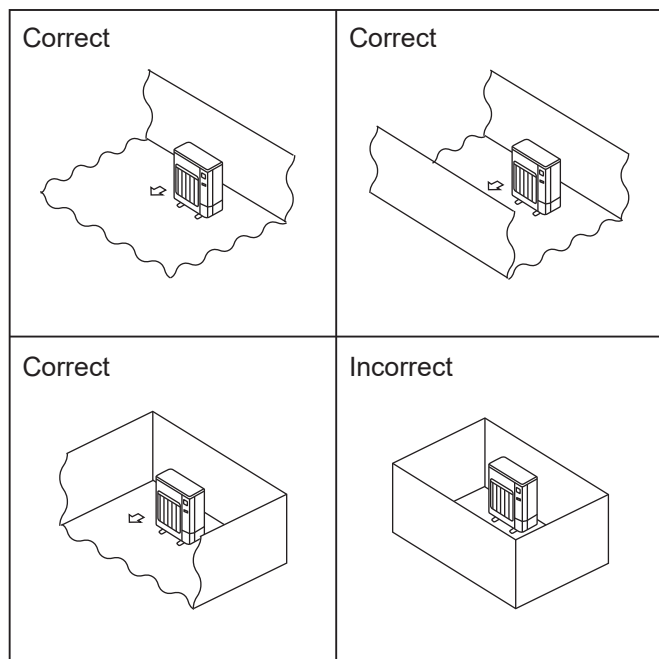

Fig. 2-2
- Ⓞ Installer l'appareil extérieur à un endroit où l'une des quatre faces au moins est libre, et dans un espace suffisamment grand sans dépressions. (Fig. 2-2)